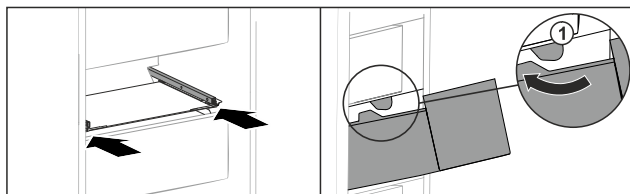

Fig. 201
- Vedte zásuvku podél zarážek Fig. 201 (1).